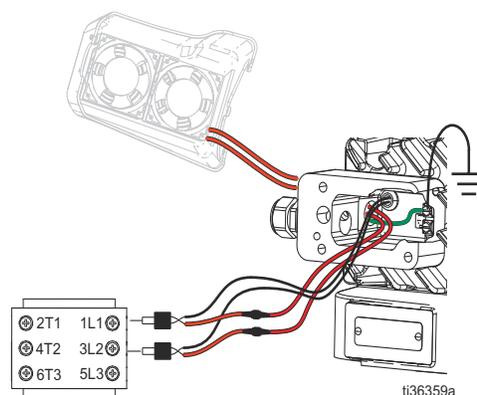

FIG. 15: acople el tornillo de conexión a tierra
3. Use una férula para conectar cada cable del ventilador a uno de los dos cables que salen de la cubierta del sistema electrónico (3) y engaste la férula con una herramienta de engaste. Conecte después un conjunto de cables a los terminales del bloque (7) desconectado 1L1 y otro cable en 3L2. Consulte FIG. 15 en la página 18.
4. Introduzca de nuevo los cables en la caja de conexiones (88) y monte la tapa (89) con cuatro tornillos (91) y arandelas (19).